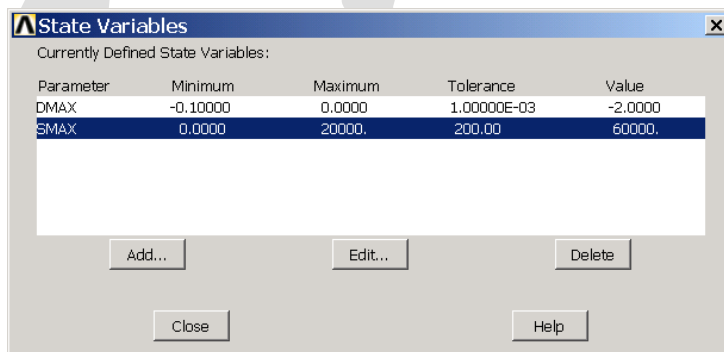

图12.12 定义完成的状态变量
(6) 接着按同样的方法，声明另一个状态变量【SMAX】，定义【SMAX】的下限为【0】，上限为【20000】。完成后，可以看到定义状态变量的结果如图 12.12 所示。